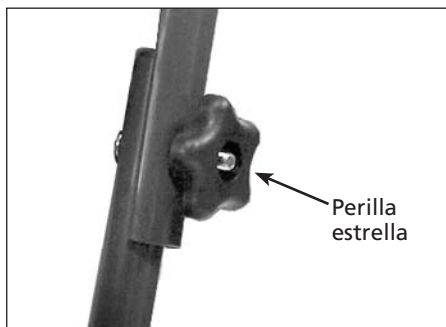

Figura 4 - Ensamblaje del mango
1. Deslice el ensamblaje del mango sobre las patas inferiores de la base del carro. Utilice la tuerca y el perno estándar para asegurar la pata trasera derecha (Ver Figura 4).